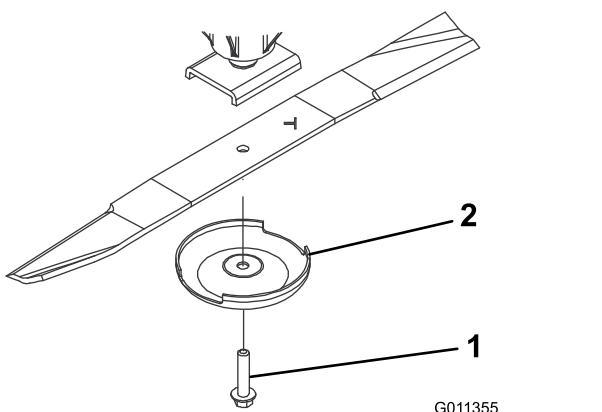

Figure 65
2. Tenez la lame par son extrémité avec un chiffon ou un gant épais. Enlevez le boulon, la coupelle de protection et la lame de l'axe de pivot (Figure 65).
boulon (Figure 65). Serrez le boulon de la lame à un couple de 115 à 149 N m.
Si la lame est trop usée, une entaille se forme entre la partie relevée et la partie plane (Figure 65). La lame peut alors se briser et un morceau être projeté du dessous de la machine, vous blessant gravement ou une personne à proximité.